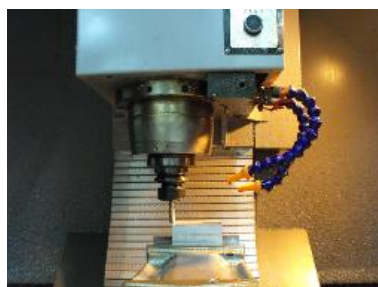

图 2-38 X 轴左边对刀
3) 按下机床控制面板的“Spindle Right”键，使主轴以 500r/min 的速度正转，按下屏幕右侧软键，切换到机床坐标系（MCS），利用手轮快速移动工作台和主轴，让刀具靠近工件的左侧，目测刀尖低于工件表面 3~5mm，改用微调操作，让刀具慢慢接触到工件左侧，直到听到轻微切削或者刮擦声，同时可以看到有少量切屑出现，如图 2-38 所示，记此时的 X 轴坐标为 X1。